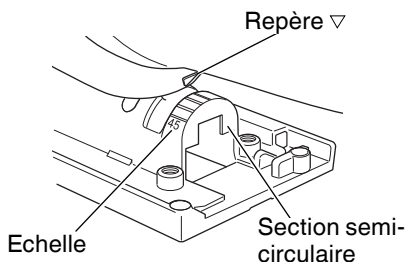

Fig. 14
- (2) Aligner l'échelle (de 0 degré à 45 degrés par incréments de 15 degrés) de la section semi-circulaire de la base sur le repère [▽] du couvercle du réducteur. (Fig. 14)